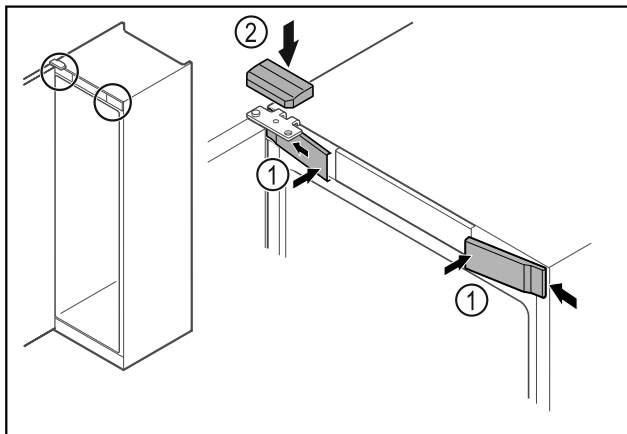

Fig. 68
- ▶ Αναρτήστε τα μπροστινά καλύμματα Fig. 68 (1) στο πλάι και κουμπώστε τα.
- ▶ Κουμπώστε το επάνω κάλυμμα Fig. 68 (2) από πάνω.